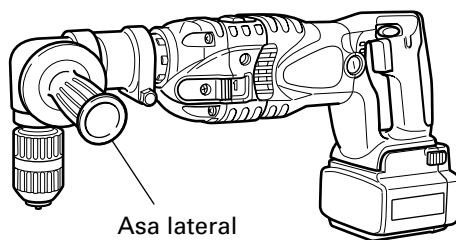

Fig. 14
- (3) Instalación del asa lateral y de la unión del asa (Fig. 14)